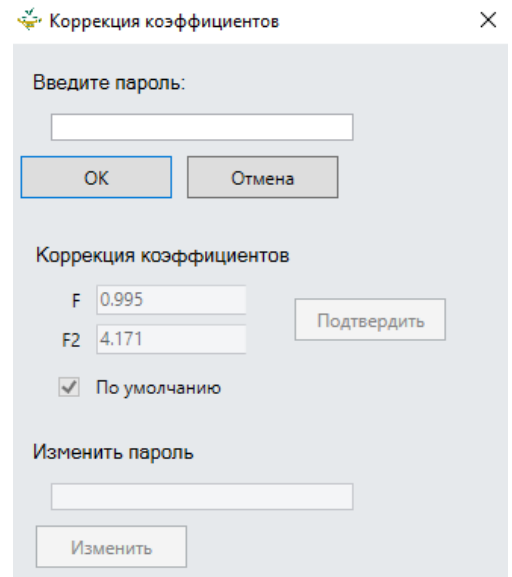

Рис.10
- *Коррекция поправочных коэффициентов* – возможность корректировать постоянные коэффициенты F и F_2 (Рис.10). Для активации окна введите *пароль*: 0000.